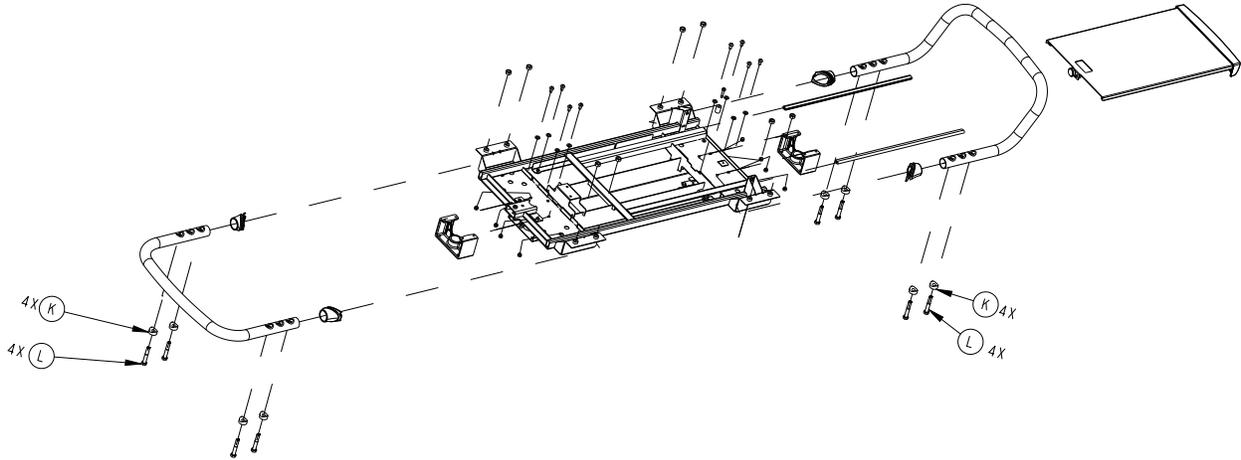

Figure 10 – Barre de poussée
5. À l'aide d'une clé à cliquet rapide de 1/2 po, retirer les quatre vis (L) et les rondelles (K) qui fixent la barre de poussée au support de la nacelle (Figure 10). Conserver les vis et les rondelles.